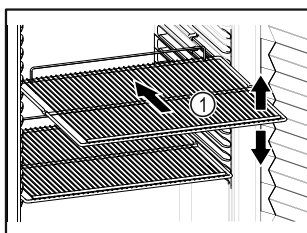

Fig. 50 Simbolična slika
- Če je odlagalna rešetka Fig. 50 (1) premična, jo prilagodite po višini.